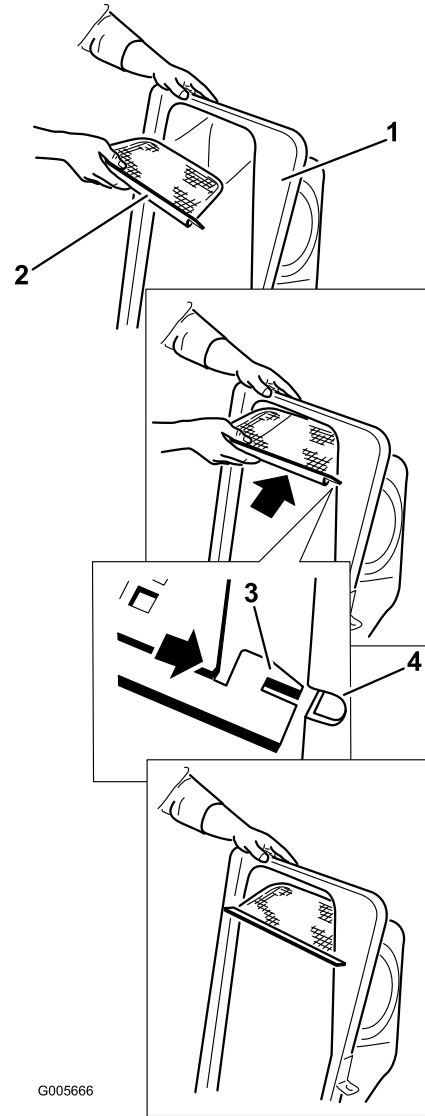

Figure 20
- Montez le filtre comme montré à la Figure 20 de sorte qu'il soit incliné dans la direction des bacs de ramassage.